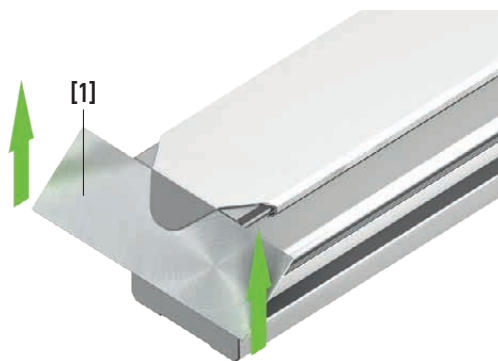

Abb. 5.39 **Demontage des Abdeckbands**
- ▶ Heben Sie das Abdeckband mit dem Demontagewerkzeug **[1]** (siehe Abb. 5.39) an der Stirnseite der Profilschiene an.